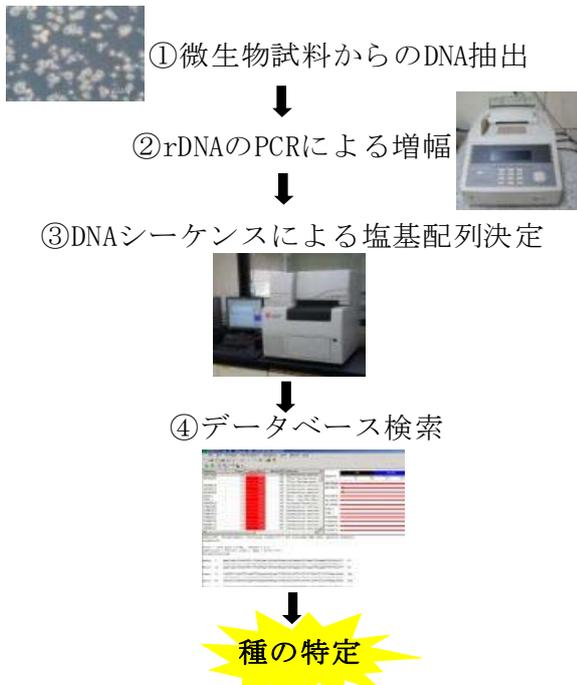

図1 DNA解析による微生物同定フロー
当センターでは、細菌の同定は16SrDNAの部分塩基配列(約800塩基)を、カビおよび酵母の同定は28SrDNAのD1/D2ドメインの部分塩基配列(約600塩基)を、増幅・配列決定して行っています。分析手順は、①微生物試料からDNAを抽出する、②16SrDNAまたは28SrDNAをPCRにより増幅する、③DNAシーケンスにより塩基配列データを取得する、④得られた塩基配列についてデータベース検索し相同性により種を特定する、の4段階です(図1)。